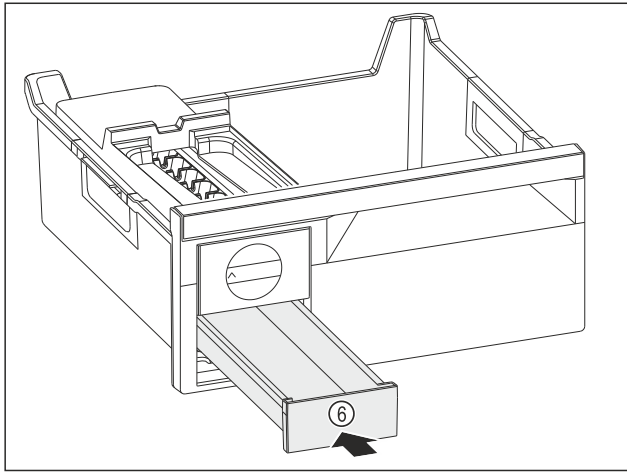

Fig. 139
► Insert the ice cube tray Fig. 139 (6).